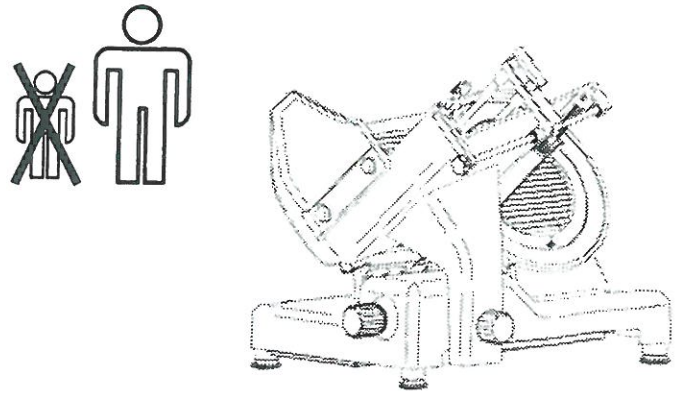

Abb.25
- Kindern, Unbefähigten und jedenfalls nicht ausgebildeten Personen sollte der Zutritt verboten werden (Abb. 25).